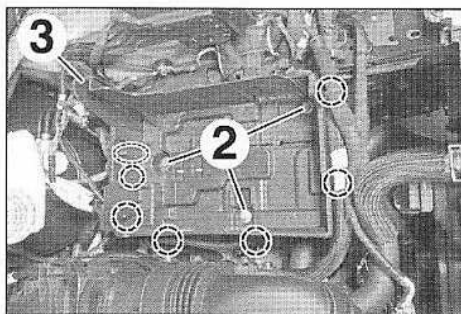

FIG.26
- Dégrafer et écarter les faisceaux attenants au bac à batterie (Fig.26).
- les vis (2),
- le bac à batterie (3).